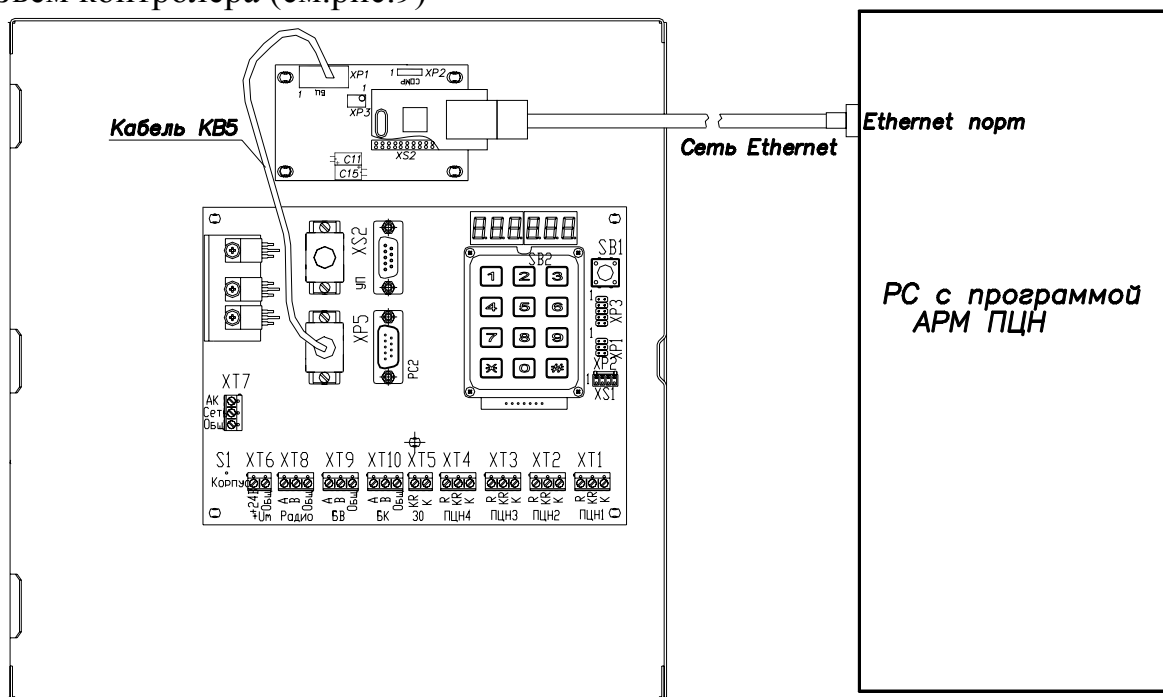

Рис.9
6.4.1. Подключить контроллер к компьютеру с установленной программой АРМ “ПЦН” в соответствии с проектной документацией*. Для чего пропустить сетевой кабель в отверстие БЦ и вставить вилку RJ-45 в разъем контроллера (см.рис.9)